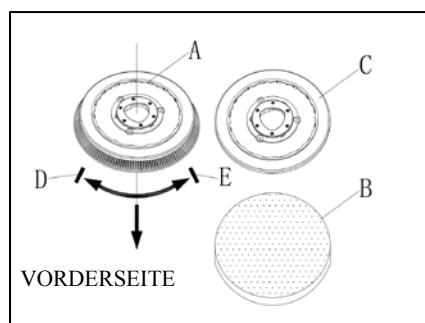

Abbildung 8
1. Vergewissern Sie sich, dass der Netzschalter (45) in der Position AUS "0" ist.
2. Heben Sie den Tank (25) durch Lösen des Lenkers (2) an.
3. Drehen Sie die Bürste (A, Abbildung 8) oder die Kissenhalterung (B/C, Abbildung 8) zur Installation auf dem Deck im Uhrzeigersinn (in Richtung des Pfeils D, Abbildung 8).
4. Drehen Sie Bürste oder Kissenhalterung zur Deinstallation vom Deck im Gegenuhrzeigersinn (in Richtung des Pfeils E, Abbildung 8).